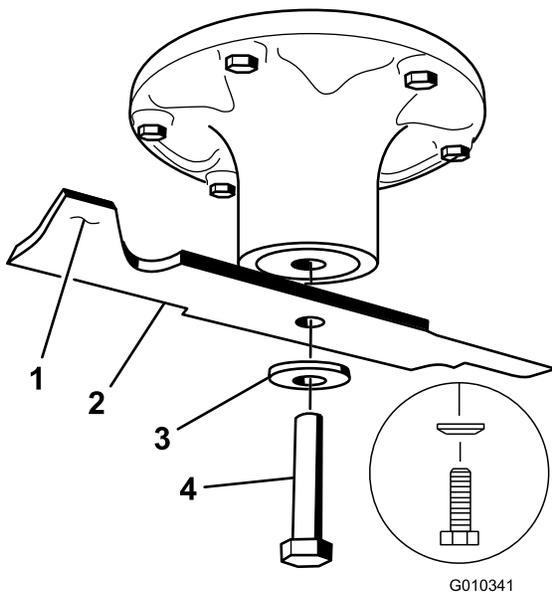

Figure 58
dans le sens antihoraire), la rondelle bombée et la lame (Figure 58).
Remarque: Si la lame reste horizontale, elle est équilibrée et peut être utilisée. Si la lame est déséquilibrée, limez un peu l'extrémité de l'ailette seulement (Figure 58). Répétez cette procédure jusqu'à ce que la lame soit équilibrée.
1. Placez la lame sur l'axe (Figure 58).
Remarque: Le côté bombé de la rondelle élastique doit être dirigé vers la tête du boulon (Figure 58).